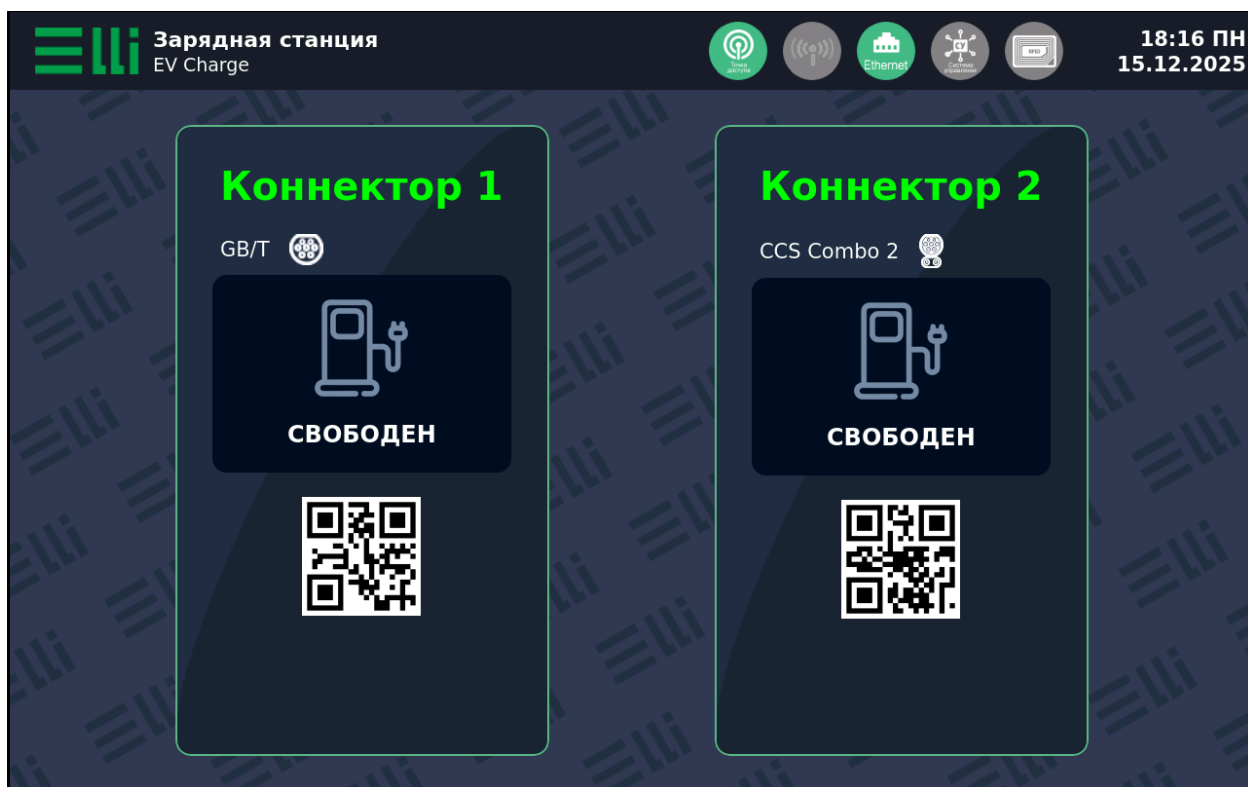

Рисунок 7. Вид основного экрана управления панели оператора с отображением информации о свободности коннекторов
1.2.7 Включить автоматический выключатель QF2 на макетном образце зарядной станции СЗ ПТ150-3 ЭТ. После инициализации контроллера заряда будет проведена проверка работоспособности контакторов макетного образца зарядной станции СЗ ПТ150-3 ЭТ (включение/выключение), на вкладках коннекторов на экране панели оператора должна отображаться информация о свободности коннекторов (рисунок 7).
3.5. Подключить Ethernet-кабель между панелью оператора и ПК, проверить статус индикатора Ethernet-соединения на экране панели оператора (рисунок 7).
4.1. На экране панели оператора проверить отсутствие индикатора подключения к системе управления (рисунок 7).
5.2. Отключить Ethernet-кабель между панелью оператора и зарядным контроллером. В web-интерфейсе панели оператора в разделе “Аварии” должна отображаться информация об отсутствии связи с контроллером заряда (рисунок 13). На экране управления панели оператора во вкладках коннекторов должна отображаться информация о недоступности коннекторов (рисунок 2). Подключить Ethernet-кабель между панелью оператора и зарядным контроллером. В web-интерфейсе панели оператора в разделе “Аварии” должна перестать отображаться информация об отсутствии связи с контроллером заряда, на вкладках коннекторов на экране панели оператора должна отображаться информация о свободности коннекторов (рисунок 7).
5.5. На макетном образце зарядной станции отжать аварийную кнопку и закрыть боковую дверь. В web-интерфейсе панели оператора в разделе “Аварии” должна перестать отображаться информация о нажатии аварийной кнопки и открытой двери (рисунок 12). На экране управления панели оператора во вкладках коннекторов должна отображаться информация свободности коннекторов (рисунок 7).